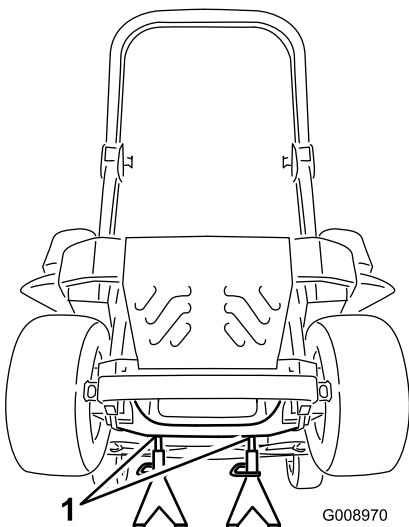

Figura 100
3. Eleve a máquina e apoie-a (Figura 100).
9. Retire os macacos e baixe a máquina (Figura 100).